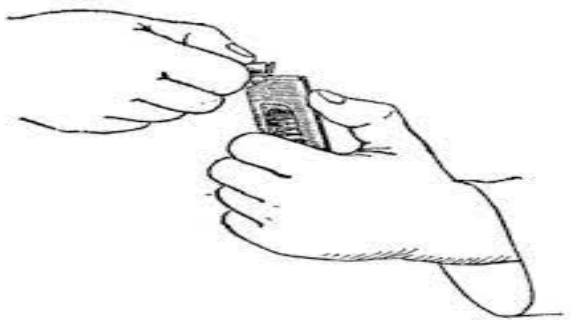

Рис. 17. Разборка магазина
9. *Разобрать магазин.* Взяв магазин в левую руку, большим и указательным пальцами этой руки отжать пружину подавателя к подавателю, правой рукой снять крышку магазина за ее выступающую часть (рис. 17) и вынуть из корпуса магазина пружину подавателя и подаватель.